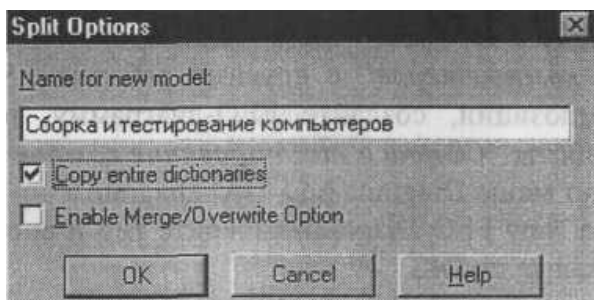

Рис. 6. Диалог Split Option
2) В диалоге Split Option внесите имя новой модели "Сборка и тестирование компьютеров", установите опции, как на рисунке, и щелкните по ОК (рис. 6).